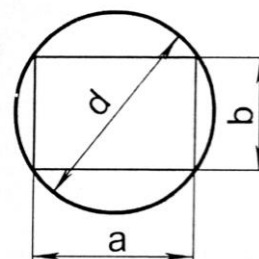

Рис. 5.14
5.20. З круглого дерева, діаметр якого дорівнює d (рис. 5.14), потрібно вирізати балку прямокутного перерізу так, щоб площа перерізу була найбільшою. Якими повинні бути розміри a і b цього перерізу?